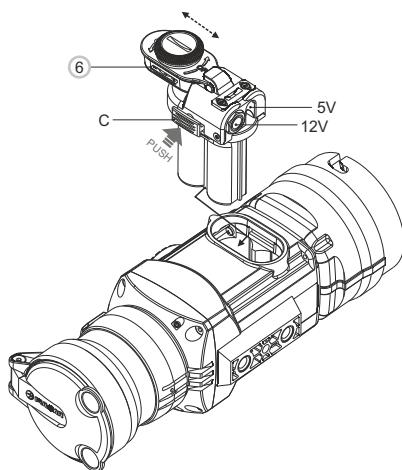

Fig. 3
- Instale el adaptador de alimentación externa en el contenedor de baterías del monocular (**ver fig. 3**). Asegúrese de que los cierres (C) cierran en su lugar de ambos lados. Fije la tapa (6) en el adaptador (**ver fig. 3**).
- Encienda el dispositivo pulsando brevemente el botón “**ON/OFF**” (9). Para extraer el adaptador de alimentación externa, presione los pestillos de ambos lados y tirelo.